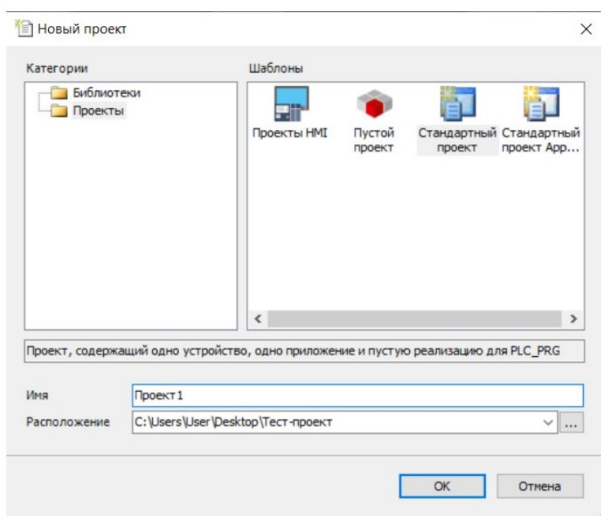

Рис. 2 Стандартный проект.
5. В следующем окне "Стандартный проект" Пользователь должен выбрать устройство K15.CPU.LX1 (A and T), а также язык программирования базового объектного блока (POU) PLC\_PRG (Рис. 2).